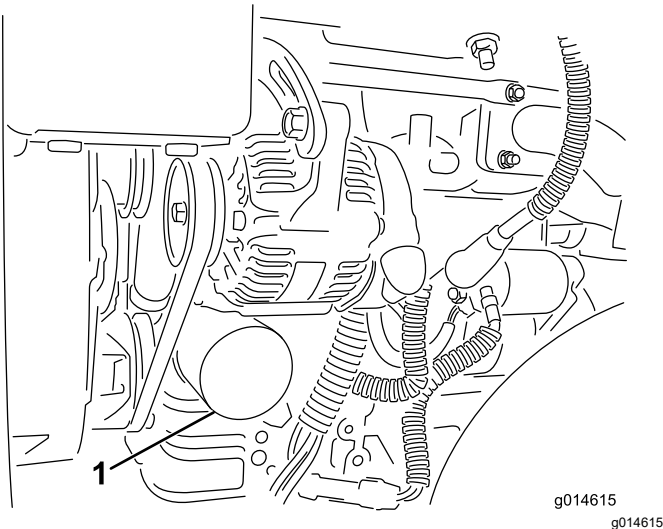

Bild 30
2. Entfernen Sie den Ölfilter (Bild 30). Ölen Sie die neue Dichtung am Ölfilter leicht mit frischem Öl ein.